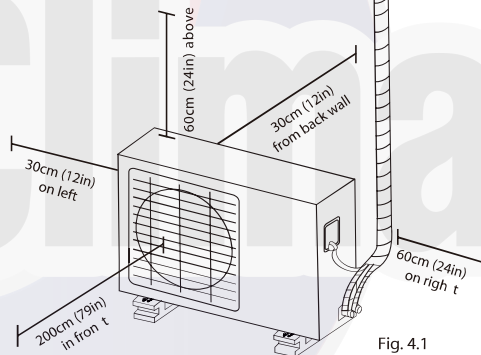

Fig. 4.1
- ✓ Cumplen todos los requisitos de espacio demostrados en los Requisitos de Espacio de Instalación (Fig. 4.1).